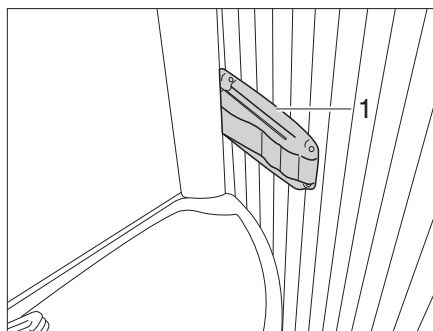

Fig. 377 Toilette Vario, bloccaggio della parete della doccia
- Premere l'arresto (Fig. 377,1) a destra sul bordo del lavabo e tirare il lavabo leggermente. Il lavabo e la parete posteriore si muovono insieme in avanti.